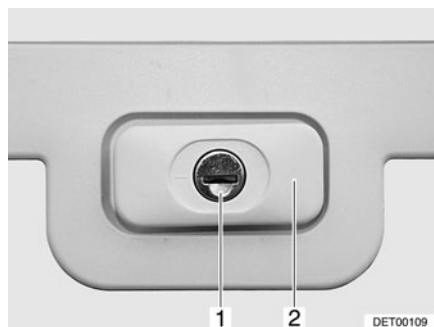

Fig. 31 Cerradura de la trampilla, rectangular, cerrada
- Introducir la llave en el cilindro de cierre (Fig. 31,1) y girarla un cuarto de vuelta. El asidero de la cerradura (Fig. 31,2) se abre de golpe.